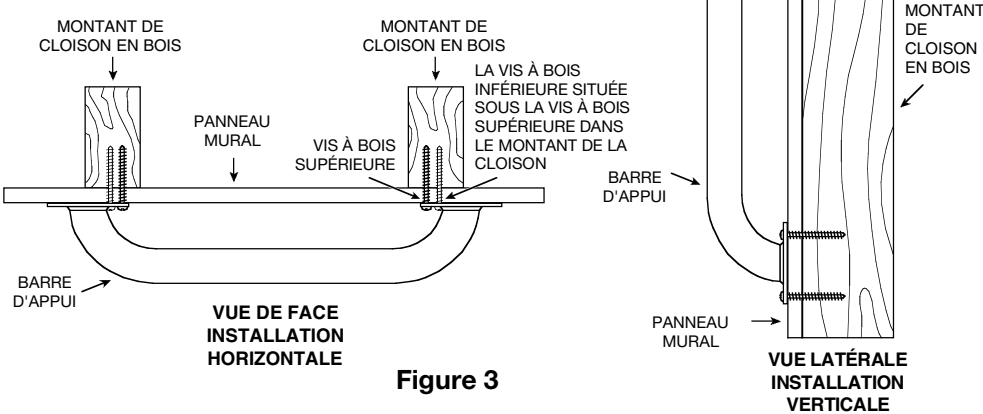

Figure 3
4. Insérez les vis à bois fournies à l'une des extrémités de la barre d'appui. Vissez dans le mur et le montant de cloison (**SERREZ FERMEMENT À LA MAIN SEULEMENT**) (**voir Figure 3**).